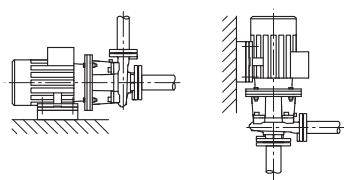
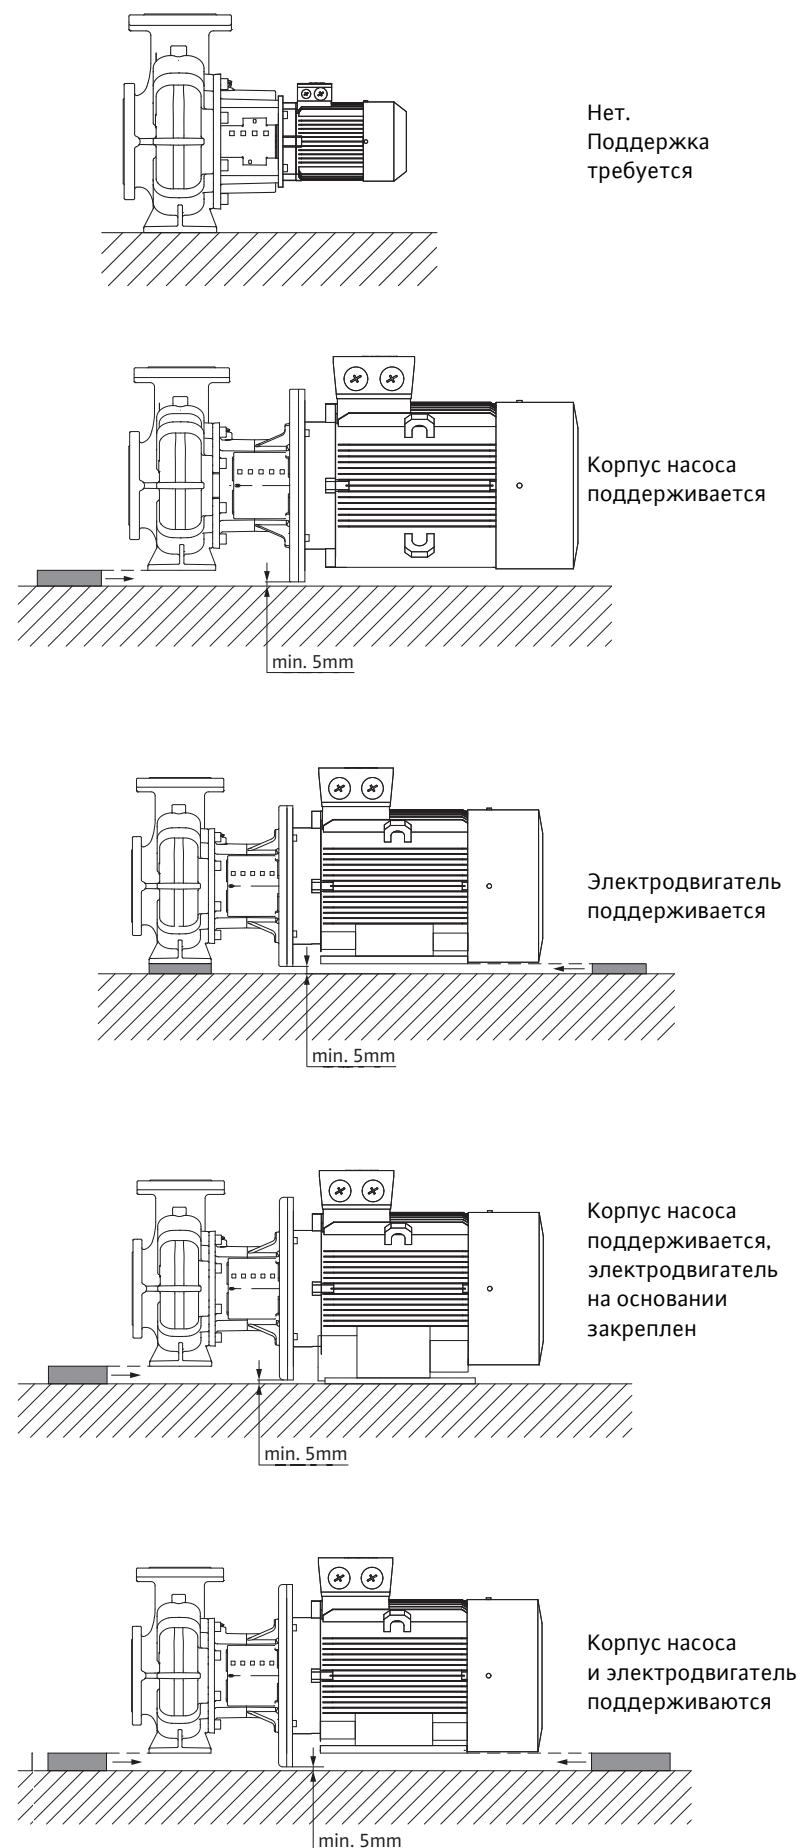

Fig. 41: Исполнение BL
Fig. 42: Примеры монтажа BL
- Блочные насосы серии BL следует устанавливать на фундаментах или консолях достаточных размеров (Fig. 41). В насосах типа BL необходима поддержка для электродвигателя, начиная с мощности двигателя 18,5 кВт, см. примеры монтажа насоса BL (Fig. 42).